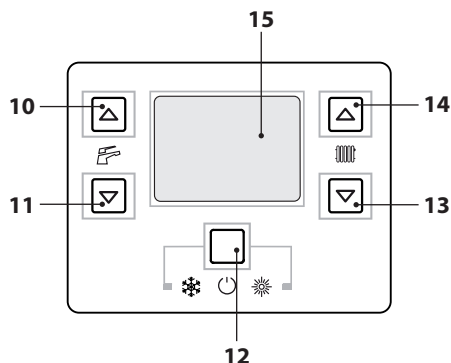
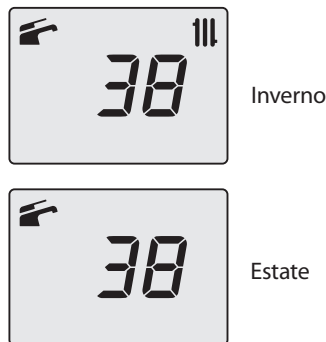

Figura 9.10
Figura 9.16
- Entrare in "modalità programmazione" premendo contemporaneamente per 10 secondi i tasti 12-13-14 (Figura 9.10) fino a far apparire sul display LCD le lettere **P01** che si alternano con il valore del parametro, indicanti l'entrata nel "parametro 01" (Figura 9.11).
- Premere contemporaneamente i tasti 13 e 14 (Figura 9.10) fino a far apparire sul display LCD le lettere **LP** che si alternano con il valore di temperatura minimo dell'acqua sanitaria (es.**45**), indicanti l'entrata nell'attivazione della "funzione spazzacamino" alla potenza minima in sanitario (Figura 9.12).
- Premere contemporaneamente i tasti 13 e 14 (Figura 9.10) fino a far apparire sul display LCD le lettere **hP** che si alternano con il valore di temperatura minimo dell'acqua di riscaldamento (es.**32**), indicanti l'entrata
- Ripremendo contemporaneamente per 10 secondi i tasti 12-13-14 (Figura 9.10) si esce dalla "modalità spazzacamino" e si ritorna allo stato di caldaia precedentemente impostato (Figura 9.16).